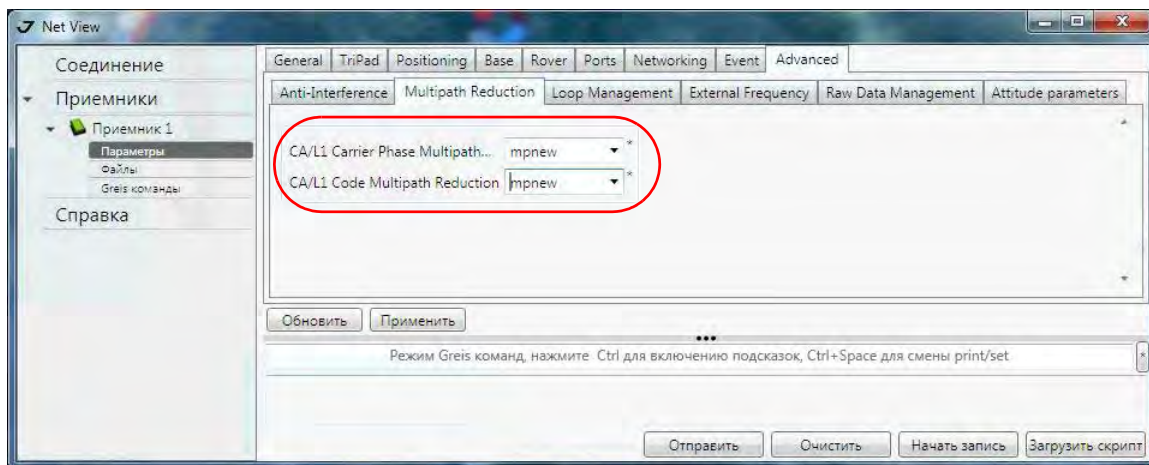

Рисунок 22. Настройка параметров подавления многолучевости
9. Перейдите в закладку *Advanced*, а затем в закладку *Multipath Reduction*. При кодовых дифференциальных измерениях (DGPS) на опорной станции и на ровере следует установить во включенное положение *Code multipath reduction* (mpnew). При дифференциальных определениях с использованием измерений фазы несущей частоты (например, RTK) дополнительно следует установить *Carrier multipath reduction* во включенное положение (mpnew)(Рис. 22).